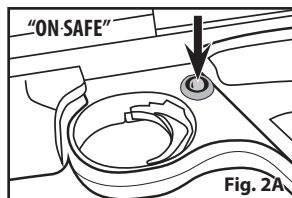

Fig. 2A
2. Pressione a segurança a partir do lado esquerdo para dentro (Fig. 2A) para colocar na posição "ON SAFE" até escutar um clique característico.